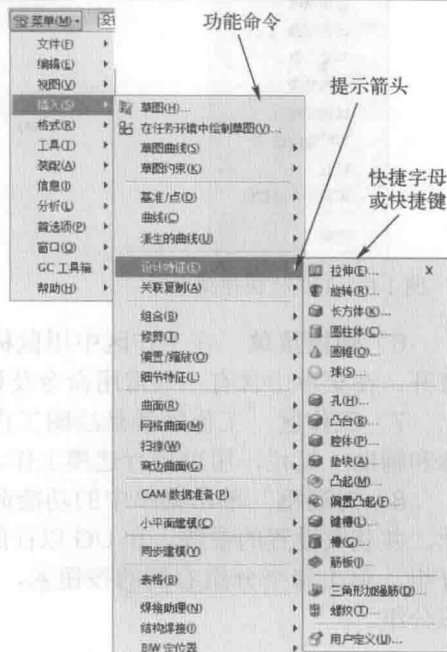

图 1-5 【插入】菜单栏
4) 菜单栏 菜单栏包含了该软件的主要功能命令,所有的命令和设置选项都归属到不同的菜单下,单击其中任何一个菜单,即可展开一个下拉式菜单,菜单中显示所有的与该功能有关的命令选项。每个菜单命令后面的括号中有一个字母,是该菜单的快捷字母,该字母是系统默认的,在工作过程中同时按下 **Alt** + 快捷字母组合键即可打开相应的菜单。例如,按下 **Alt** + **S** 组合键即可打开如图 1-5 所示的【插入】菜单栏。